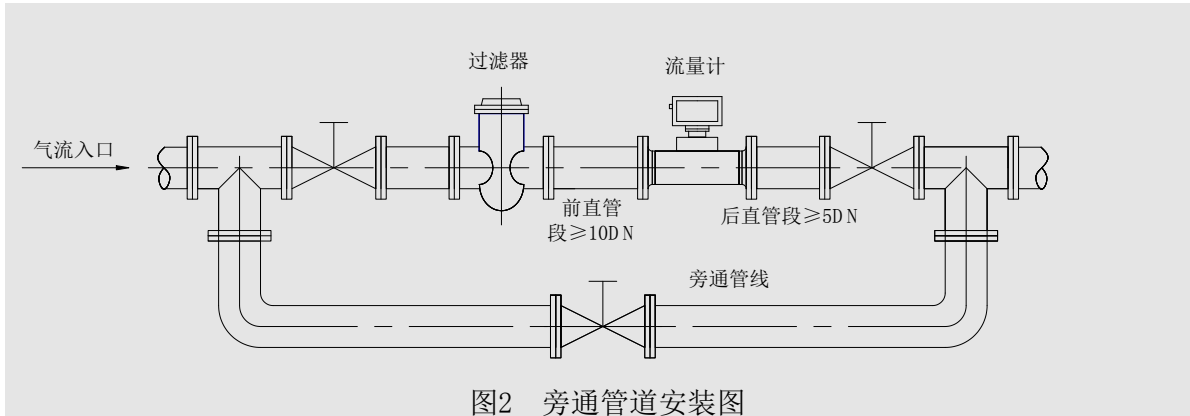

图2 旁通管道安装图
- 为了不影响流体正常输送，建议按图 2 安装旁通管路，在正常使用时必须关闭旁通管道阀门